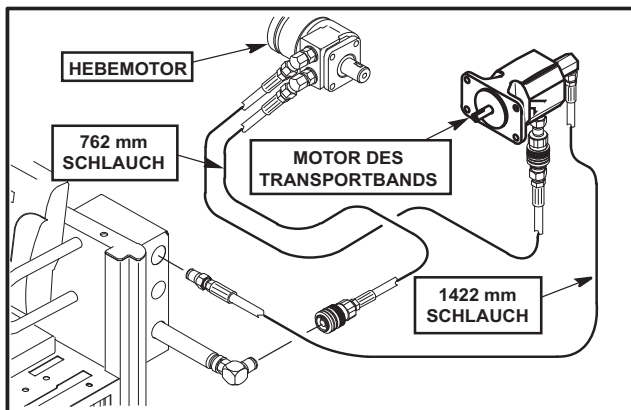

Abbildung 37
- Verlegen Sie den Schlauch zum hydraulischen Steuerkasten und verbinden Sie den männlichen Anschluss wie in Abbildung 37 mit dem weiblichen Anschluss oben links.